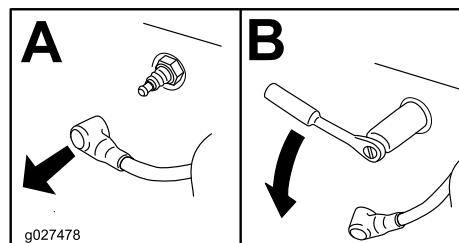

Bild 47
3. Ziehen Sie den Zündkerzenstecker ab, siehe Bild 47.